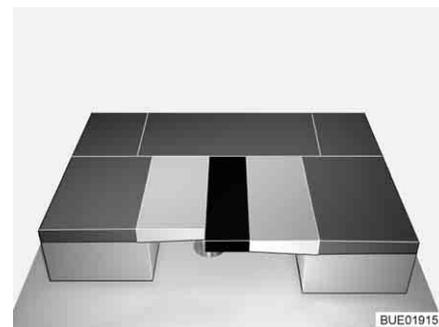

Fig. 102 Dopo la trasformazione
- Collocare il cuscino aggiuntivo tra i cuscini dello schienale (vedi Fig. 102).